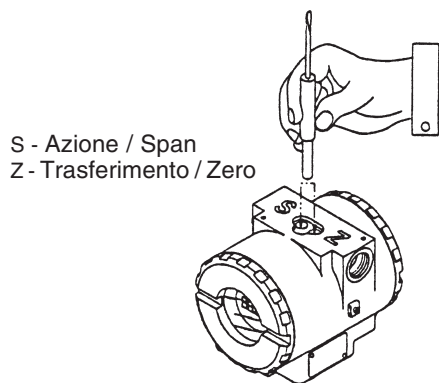

Fig. 4.1 - Aggiustaggio Locale dello Zero e dello Span e Interruttori di Aggiustaggio Locale.
Sotto la piastra di identificazione del trasmettitore si trovano i fori per l'attivazione dei due interruttori magnetici con l'attrezzo magnetico (vedere Fig. 4.1).
- Inserire l'attrezzo magnetico nel foro di aggiustaggio ZERO (Vedi fig 4.1)